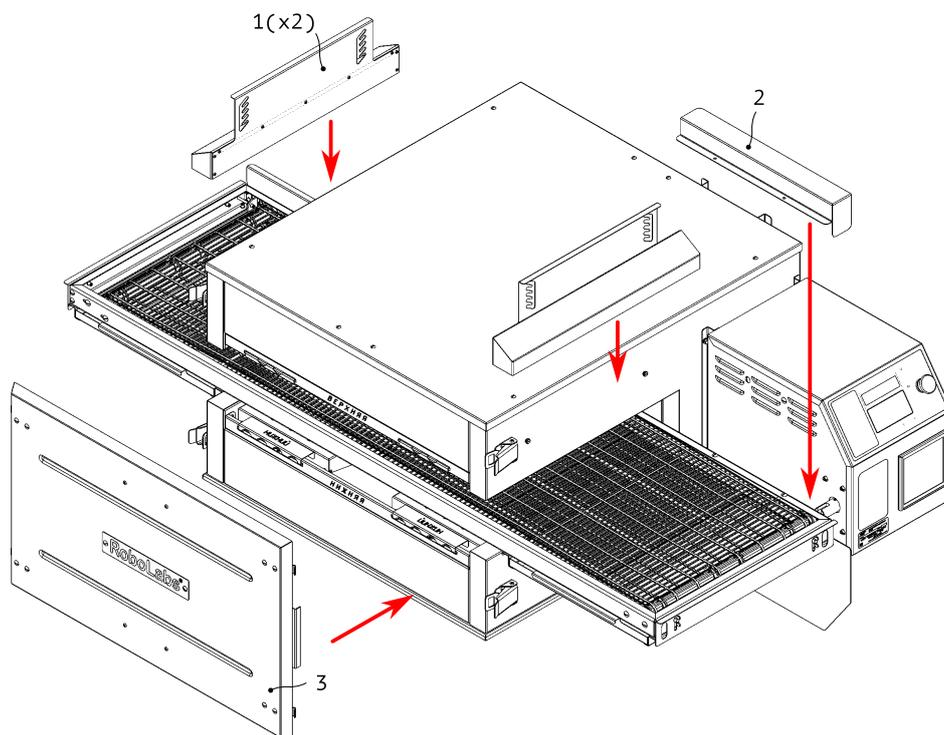

Рисунок 8
12. Установите козырьки (1), см. Рис. 8.
13. Установите кожух защитный (2), см. Рис. 8.